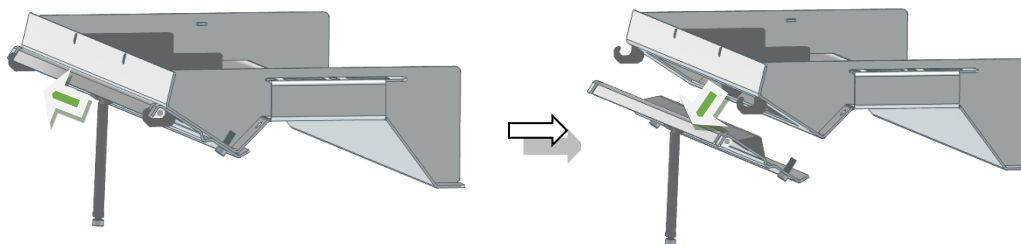

Figure 10 – Retrait du rabat du double déflecteur
4. Vous pouvez retirer la visière avant du double déflecteur de fumée, en le déclipant des supports, comme le montre la figure 10. Pour réinstaller le circuit de fumée « double déflecteur de fumée », répétez toutes les procédures en sens inverse.